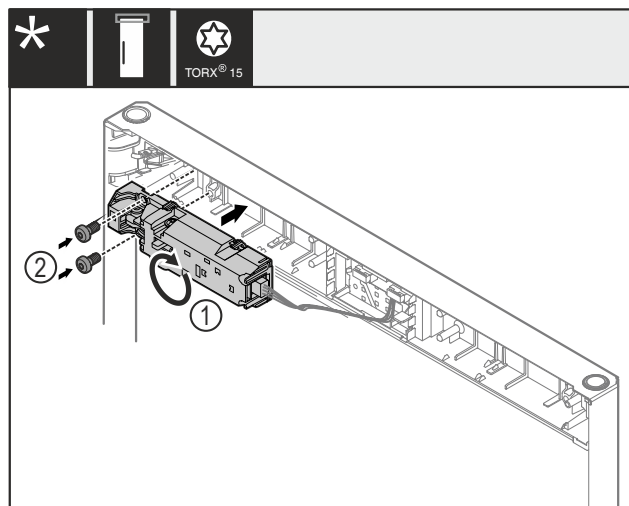

Fig. 27
- ▶ Okrenite daljinsku bravu Fig. 27 (1) za 180° i montirajte je na suprotnu stranu.
- ▶ Učvrstite daljinsku bravu Fig. 27 (1) s pomoću vijaka Fig. 27 (2).